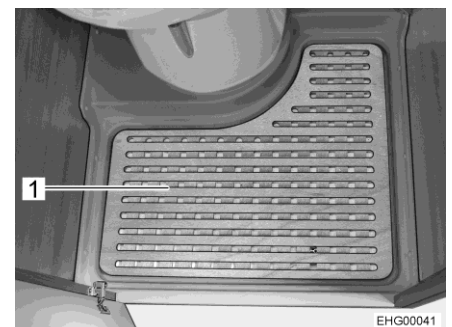

Bild 110 Uttagbar golvplatta
- Ta bort den uttagbara golvplattan (Bild 110,1) när du vill duscha.